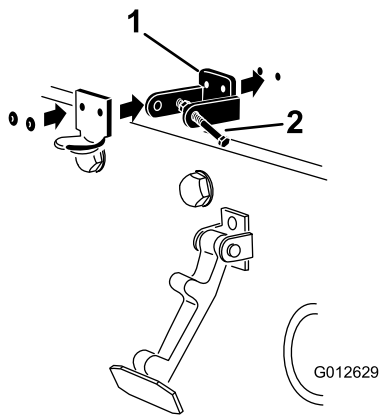

Figure 6
4. Alignez les trous de montage et positionnez le support de loquet CE et le support de loquet du capot sur le capot (Figure 6).
6. Rivez les supports et les rondelles sur le capot (Figure 6).